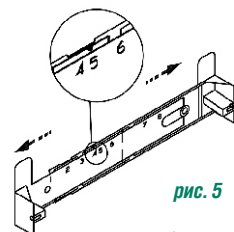

рис. 5
- увеличьте размер кронштейна (если это необходимо), раздвинув его, и установите фиксатор напротив цифры 5 (см. рис. 5)